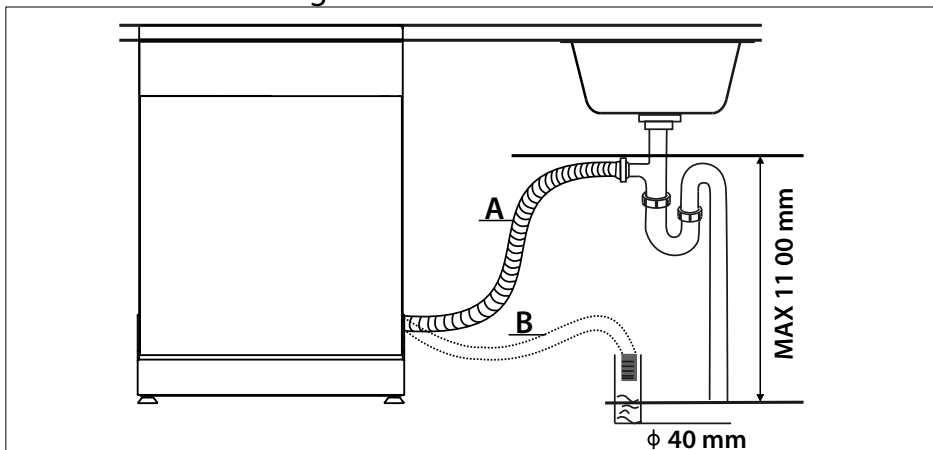

Abb. 6
- den Schlauch mit einem speziellen Anschluss am Abflussrohr (A) verbinden oder
- den Schlauch in ein Abflussrohr (B) einleiten.
- ▶ Verbinden Sie den Ablaufschlauch mit dem Siphon (für Waschmaschinen) des Abflussrohres unterhalb des Spülbeckens (siehe **Abb. 6**). Achten Sie auf ein ausreichendes Gefälle des Ablaufschlauchs. Das Gerät sollte mindestens 4 cm über dem Abfluss positioniert werden.